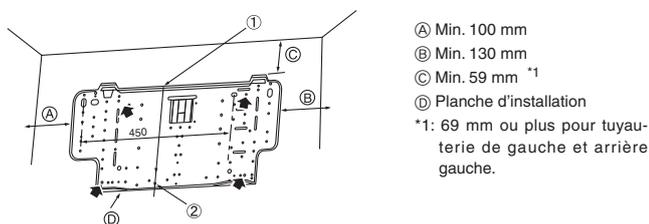

Fig. 3-3
- ▶ La structure de montage doit être attachée à ses deux extrémités et au centre, si possible. Ne jamais la fixer à un seul endroit ou de manière asymétrique. (Si possible, attacher la structure à tous les points indiqués par une flèche en caractères gras.) (Fig. 3-3)